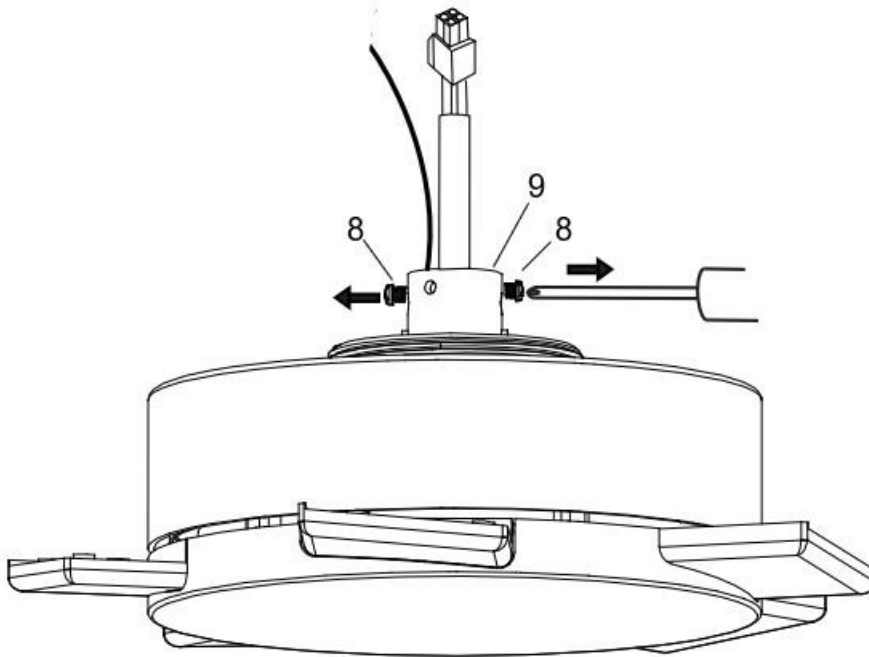

Рис. 4.3
3. Ослабте регулювальні гвинти (8) на корпусі муфти нижньої тяги (9). (Рис. 4.3)